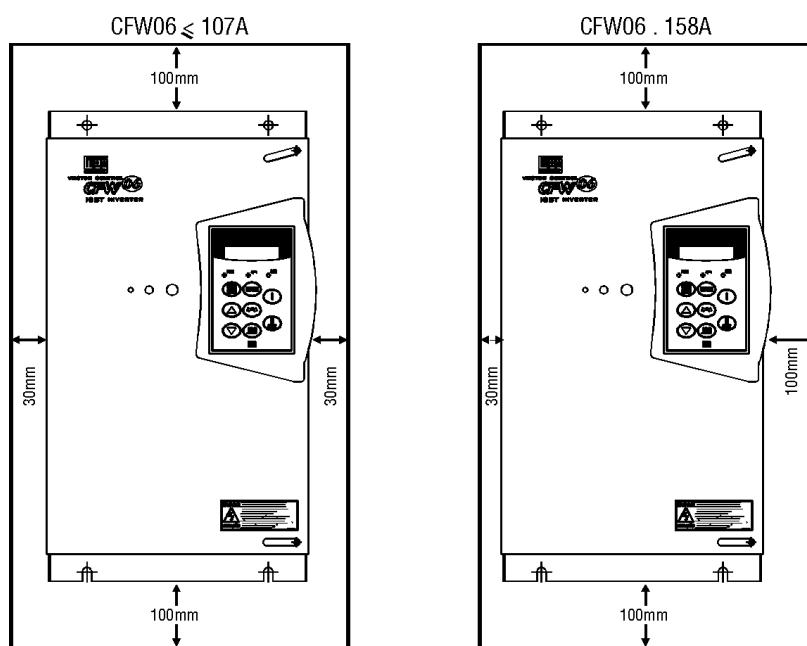

Figura 3.1 - Espaços livres para ventilação
- ☑ Deixe no mínimo os espaços livres ao redor do inversor como na figura 3.1.